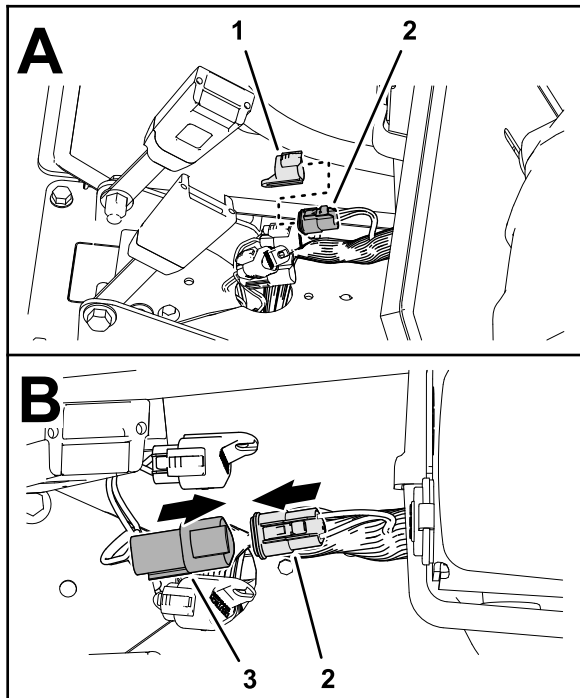

Рисунок 173
1. Снимите колпачок с 3-гнездового разъема жгута проводов машины (с маркировкой CAN DIAGNOSTICS INTERCONNECT (Промежуточное соединение диагностики CAN)), как показано на Рисунок 173.
2. Подсоедините 3-штыревой разъем жгута проводов шины ISO-CAN (с маркировкой TO TORO CANBUS (К шине TORO CANBUS)) к 3-гнездовому разъему жгута проводов машины (с маркировкой CAN DIAGNOSTICS INTERCONNECT (Промежуточное соединение диагностики CAN)), как показано на Рисунок 173.